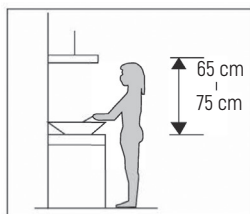

Abb. 1
1. Um die beste Wirkung zu erzielen, sollte die Dunstabzugshaube in einem Abstand von 65-75 cm von der Kochfläche aufgestellt werden. Siehe Abbildung 1.